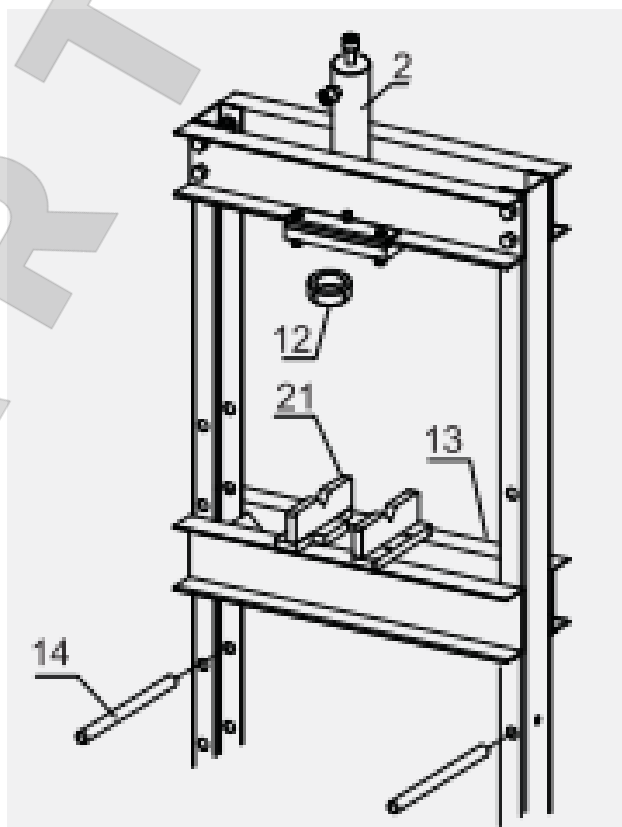

Рисунок 6.
6. Закрепите цилиндр (2) используя большую гайку (12). Вставьте оси траверсы (14) в отверстия в опорных стойках на одинаковой высоте. Поместите траверсу (13) между опорными стойками, как показано на Рисунке 6, затем опустите её на оси траверсы. Траверса должна встать горизонтально между опорными стойками. Уложите плиты-призмы (21) на траверсу. См. Рисунок 6,.